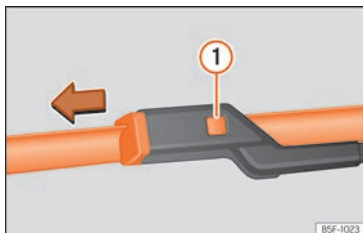

Fig. 41 Remplacement des balais d'essuie-glace.
- Maintenez la touche de déverrouillage » fig. 41 ❶ enfoncée en tirant légèrement le balai dans le sens de la flèche.